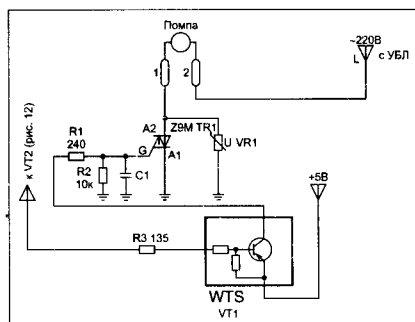

Рис. 16. Принципиальная электрическая схема. Элементы цепи управления помпой
- **помпы:** выв. 22 IC1 — R2 (рис. 12) — R3 (рис. 16) — VT1 — R1, R2, C1 — симистор TR1;